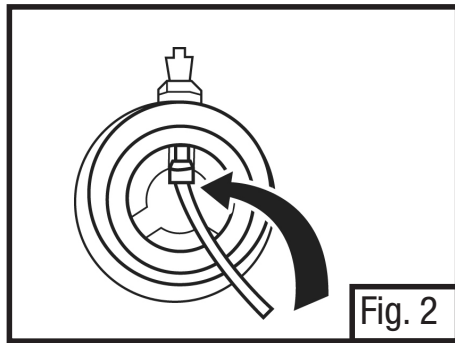

Fig. 2
3. Slide one end of cut sampling tube onto the inside fitting of the 601 Adapter. (Fig. 2)
3. Faire glisser l'une des extrémités du tube d'échantillonnage coupé sur le raccord intérieur de l'adaptateur 601. (Fig. 2)